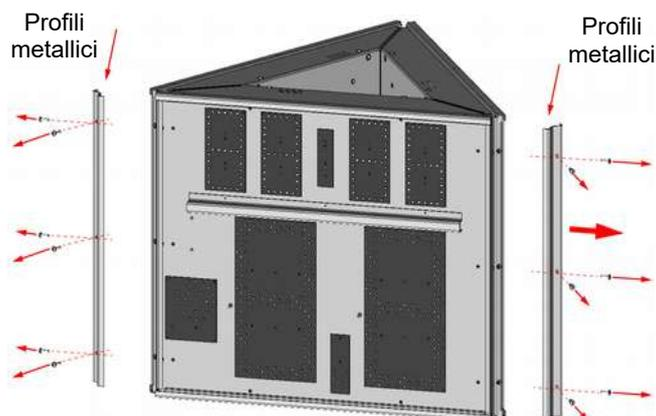

Fig. 3.3: Rimozione dei profili metallici laterali
4. Rimuovere le viti di fissaggio e i relativi profili metallici come mostrato in Fig. 3.3.